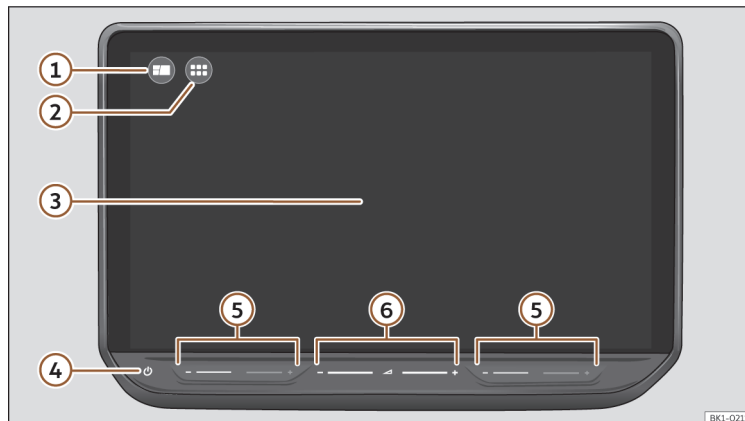

Abb. 155 Übersicht: Schalteinheit.
Gestalten Sie das übergeordnete Menü und die Ansicht HOME >>> (Abb. 155) ① individuell, um schnell auf die bevorzugten oder am häufigsten verwendeten Funktionen zuzugreifen.